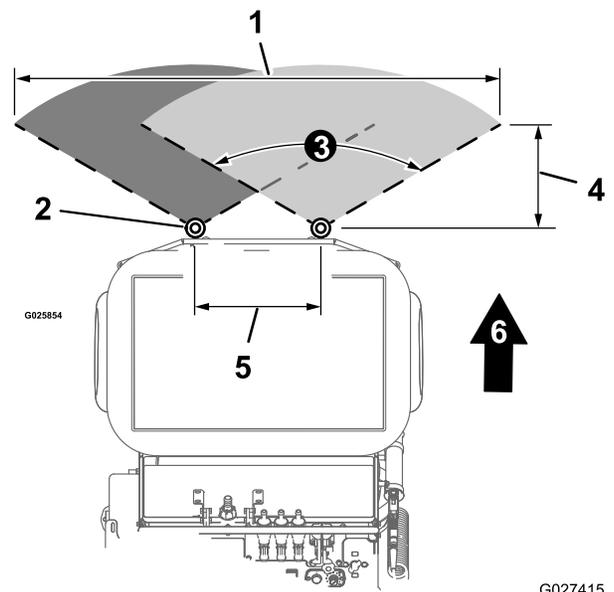

Figura 40
- El patrón de fumigación ancho (Figura 40) de esta máquina mide 274 cm (108").